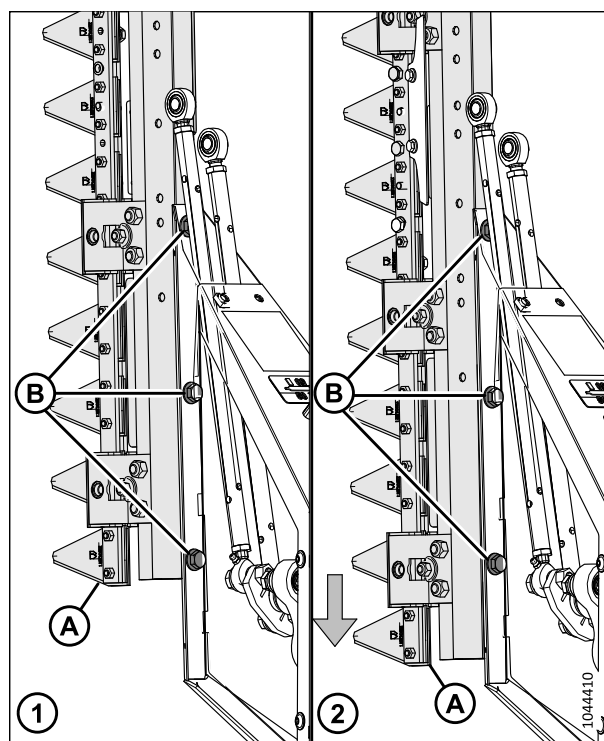

Рисунок 4.379: Регулировка положения ножа
16. Переставьте нож (А) в сборе так, чтобы отверстия надлежащей конфигурации совпали с отверстиями на раме. См. рис. 4.379, страница 509.